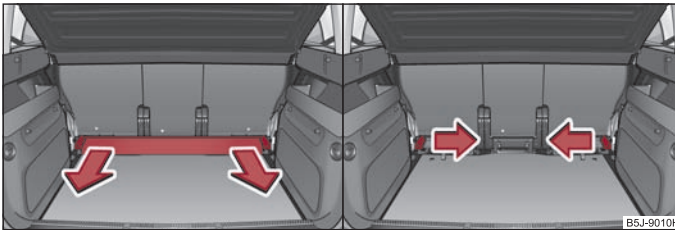

Abb. 64 Gepäckraum: Quertragschiene herausnehmen / Befestigungskeile herausnehmen
- Fassen Sie die Quertragschiene ⇒ Abb. 64 und nehmen Sie diese durch Ziehen in Pfeilrichtung heraus.
- Fassen Sie den Befestigungskeil ⇒ Abb. 64 rechts und nehmen Sie diesen durch Ziehen in Pfeilrichtung heraus. Zum Ausbauen des Befestigungskeils auf der anderen Seite des Gepäckraums gehen Sie auf gleiche Weise vor.